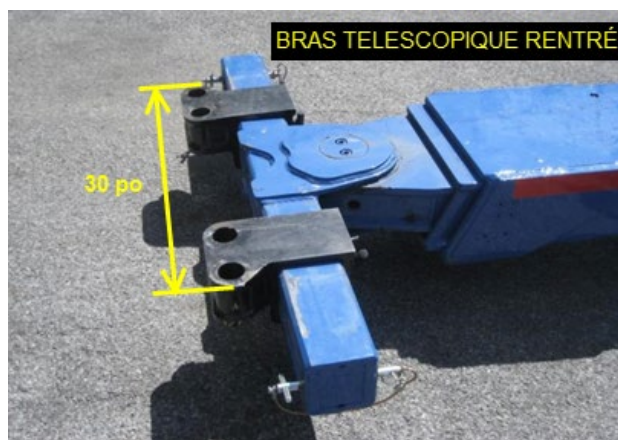

FIGURE 56
5. Allonger le bras télescopique de la dépanneuse. Placer les supports de fourchette sous la traverse du berceau moteur tel que montré à la Figure 56. Lever la barre de remorquage jusqu'à ce que les supports entrent en contact avec la traverse du berceau moteur.